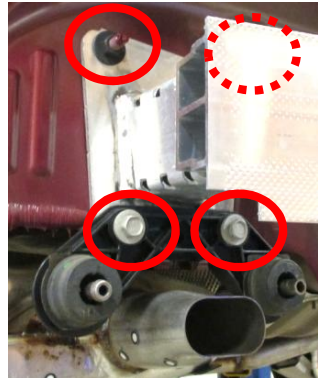

Figura 3
- Eliminación del travesaño del parachoques:** Usar un cubo de 15 mm para quitar (2) tuercas mariposa y (2) pernos del travesaño del parachoques en cada lado, ver la **Figura 3**. Retirar con cuidado el travesaño del parachoques y el colgante de varilla del escape. Usar un soporte para evitar que el silenciador sufra daños.
2. Eliminación del travesaño del parachoques: Usar un cubo de 15 mm para quitar (2) tuercas mariposa y (2) pernos del travesaño del parachoques en cada lado, ver la **Figura 3**. Retirar con cuidado el travesaño del parachoques y el colgante de varilla del escape. Usar un soporte para evitar que el silenciador sufra daños.